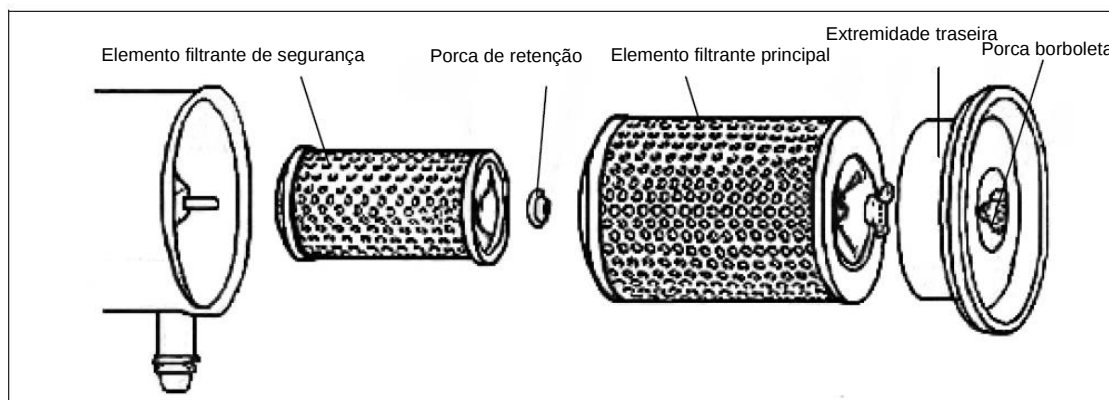

Figura 5-3 Filtro de ar com vedação axial
- a) Para filtro de ar com vedação axial entre o elemento filtrante e a carcaça, efetue manutenção do elemento filtrante, como mostrado na Figura 5-3.